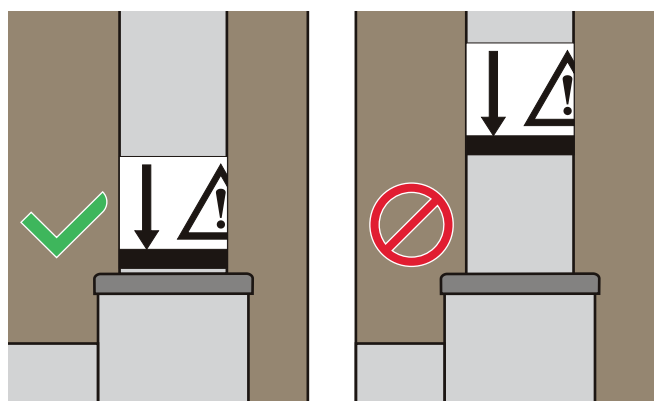

Figura 2
3. Quando l'asta sollevamalato è installata correttamente, la linea indicatrice è allo stesso livello della parte superiore dell'alloggiamento. Vedere Figura 2.